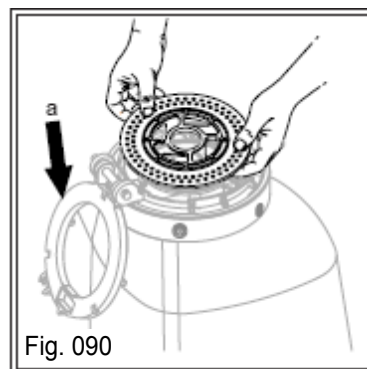

Fig. 090
f) Faça a substituição ou troca do disco, observando que a descrição existente nos discos semeadores, "ESTE LADO PARA BAIXO" deve ficar voltada para a base do disco (Fig. 090);